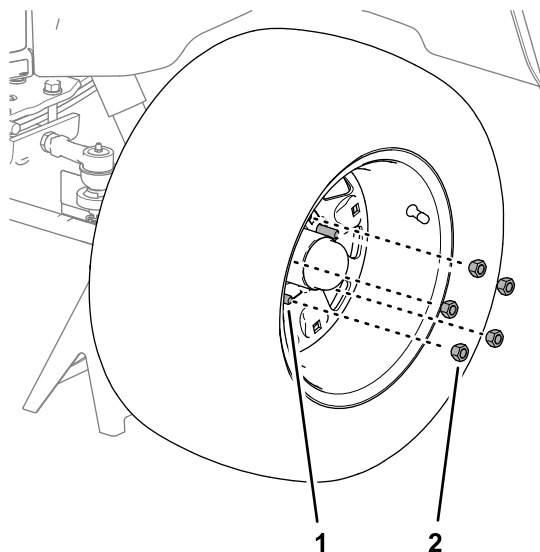

Figure 20
1. Alignez les trous de la roue sur les goujons du moyeu de roue (Figure 20).
2. Montez la roue sur les goujons avec les 5 écrous de roue et serrez-les à la main (Figure 20).